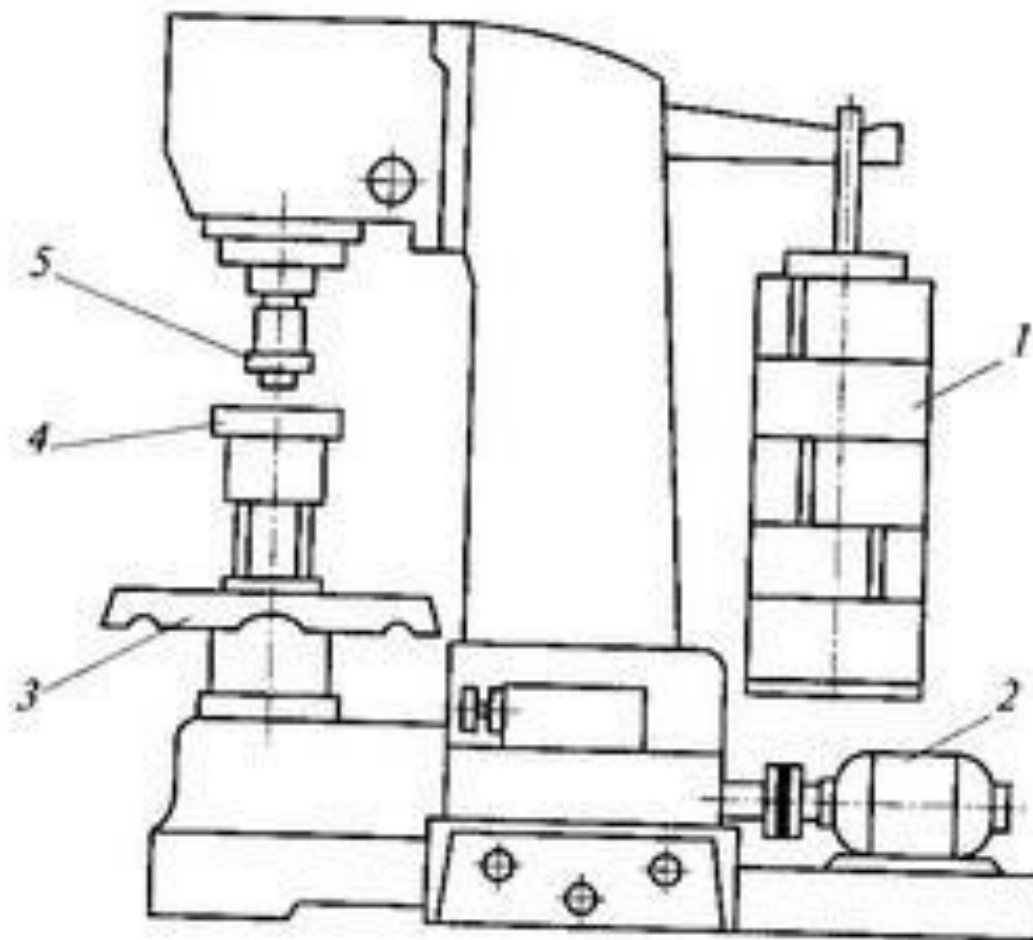
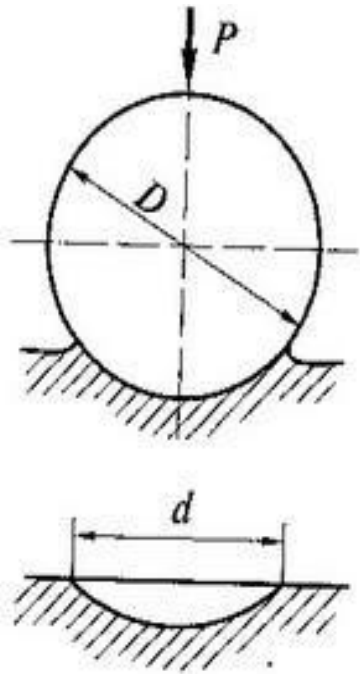

Рис. 3.8. Схема пресса Бринелля:
Рис. 3.9. Схема определения твердости по Бринеллю:
- В качестве индентора используется стальной закаленный шарик, который вдавливают в испытуемый образец на специальном прессе (рис.3.8). В результате на поверхности образца образуется отпечаток в виде сферической лунки (рис. 3.9). Диаметр отпечатка измеряют в двух взаимно-перпендикулярных направлениях с помощью микроскопа Бринелля — лупы со шкалой. *Число твердости* НВ, кгс/мм², — это отношение приложенной нагрузки к площади поверхности отпечатка, его вычисляют по формуле $HV = 2P/D[D - (D^2 - d^2)]/V$, где P — прилагаемая нагрузка; D и d — соответственно диаметр шарика и отпечатка.